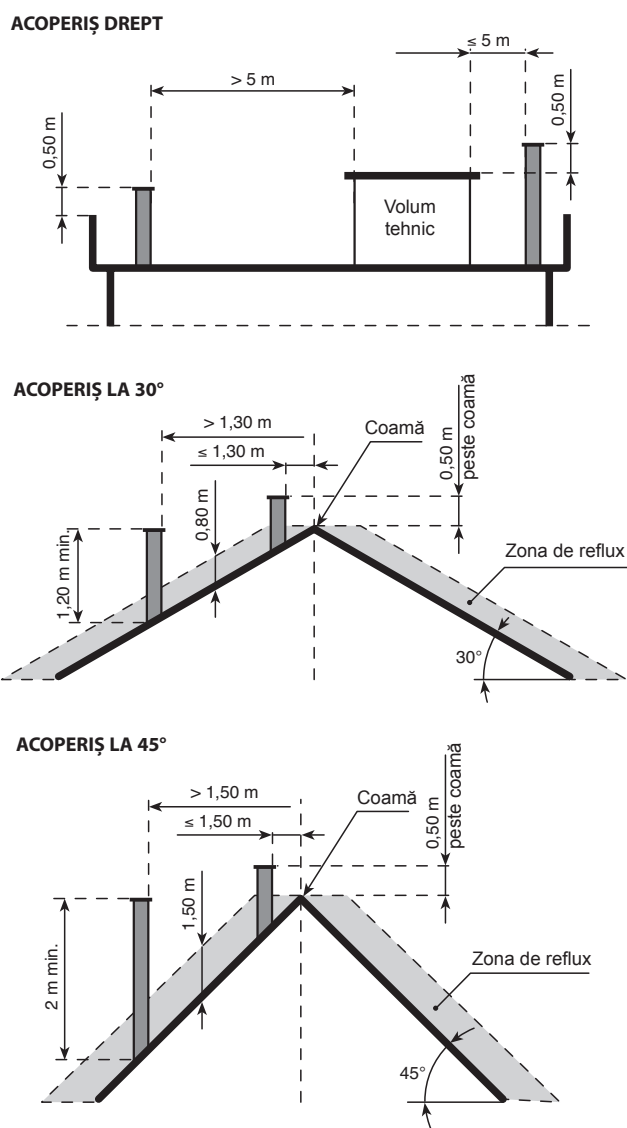

Fig. 4
2.5 COȘUL DE FUM (fig. 4)
- în vârful coșului trebuie să se afle un horn a cărui ieșire trebuie să se afle dincolo de zona de reflux, cu scopul de a evita formarea contrapresiunilor care pot împiedica evacuarea liberă în atmosferă a produselor rezultate în urma combustiei. Este necesar așadar să fie respectate înălțimile minime indicate în fig. 4;